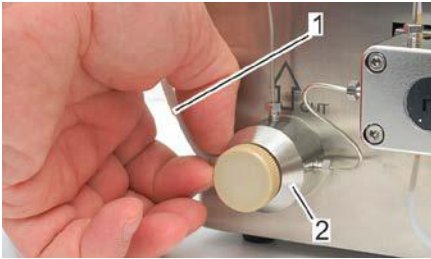

Abb. 23: Entlüftungskanüle einschrauben
2. Entlüftungsschlauch mit angesetzter Kanüle (Abb. 23/1) an der linken Seite der Druckventileinheit (Abb. 23/2) einschrauben.